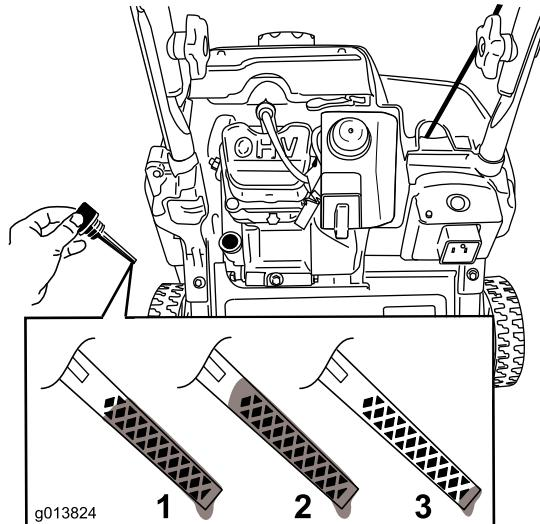

Figure 13
8. Pour déterminer le niveau d'huile correct avec la jauge, voir la Figure 13.